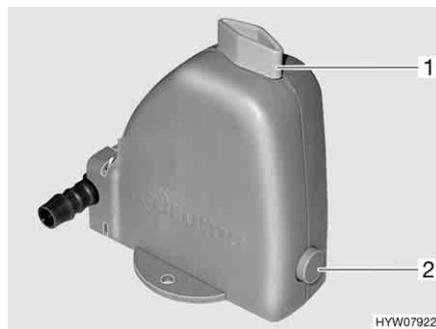

Bild 139 Sicherheits-/Ablassventil des Boilers
Der Boiler ist mit einem Sicherheits-/Ablassventil (Bild 139) ausgestattet. Das Sicherheits-/Ablassventil verhindert, dass das Wasser im Boiler einfriert, wenn bei Frost die Heizung nicht eingeschaltet ist.
- Sicherheits-/Ablassventil schließen. Dazu den Drehknopf (Bild 139,1) quer zum Sicherheits-/Ablassventil drehen und den Druckknopf (Bild 139,2) hineindrücken.
- Sicherheits-/Ablassventil öffnen. Dazu den Drehknopf (Bild 139,1) längs zum Sicherheits-/Ablassventil drehen. Der Druckknopf (Bild 139,2) springt heraus. Der Boiler wird über das Sicherheits-/Ablassventil nach außen entleert.